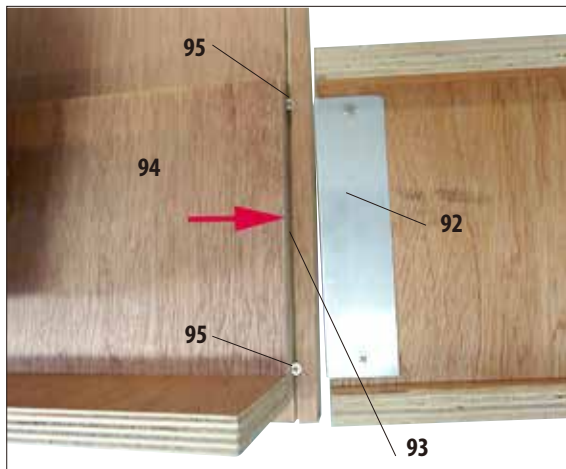

Fig. 9
- Prindeți aceste șine în stânga și în dreapta cu panoul (92) în canelura (93) a paletului, astfel încât să fie la același nivel cu placa din lemn (94) care susține aparatul (Fig. 9).
- În acest timp, asigurați-vă că placa (92) se află între cele două șuruburi (95) din canelură. Aceste șuruburi împiedică șina să se poată deplasa lateral.